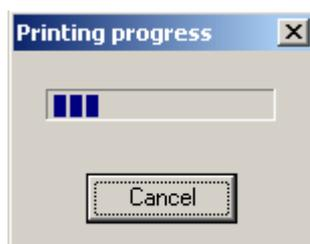

Рисунок 7.7 – Вывод документа на принтер
- печать документа (рис. 7.7).